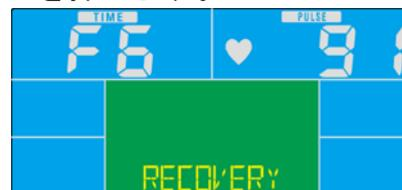

図 23
- ii. TIME (時間) ウィンドウに"0:60"秒が表示されてカウントダウンが開始され(カウントダウン中に PULSE (心拍数) の入力がない場合、自動シャットダウンの時間には影響しません)、PULSE ウィンドウに実際の心拍数が表示され、カウントダウンがゼロになると"FX"が表示され(図 23, X 値は1~6)、短いビーブ音が鳴り、ビックエリアでは心拍値を連続表示、この時再度リカバリーボタンを押すと、通常表示に戻ります(負荷がゼロの状態 LEVEL になります)。
- (3). FX 表示後リカバリーボタンを押すと通常表示に戻ります、再度リカバリーボタンを押すと最初の項目から開始します。
- (4). リカバリー中に復元するには、再度ボタンを押します。